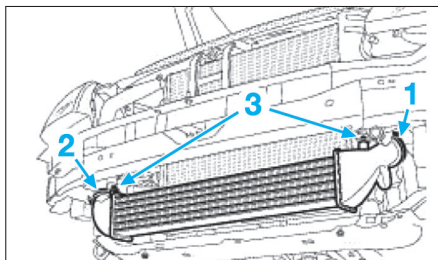

Fig. 60
- la vis du collier (1) de la durit d'air en entrées d'échangeur air/air (Fig.60),